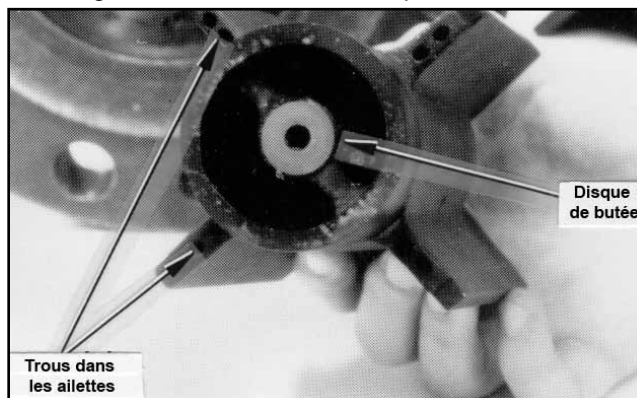

Figure 10
9. Inspecter les trous dans les ailettes du stator aval sur l'extrémité à palier de butée, figure 10, pour s'assurer qu'ils sont ouverts et que l'intérieur du stator est propre. Vérifier que le disque de butée ne présente ni rugosités, ni craquelures.
Dans certains débitmètres à turbine bidirectionnels, deux stators aval sont utilisés. Les trous se situeront donc comme indiqué à la figure 10.